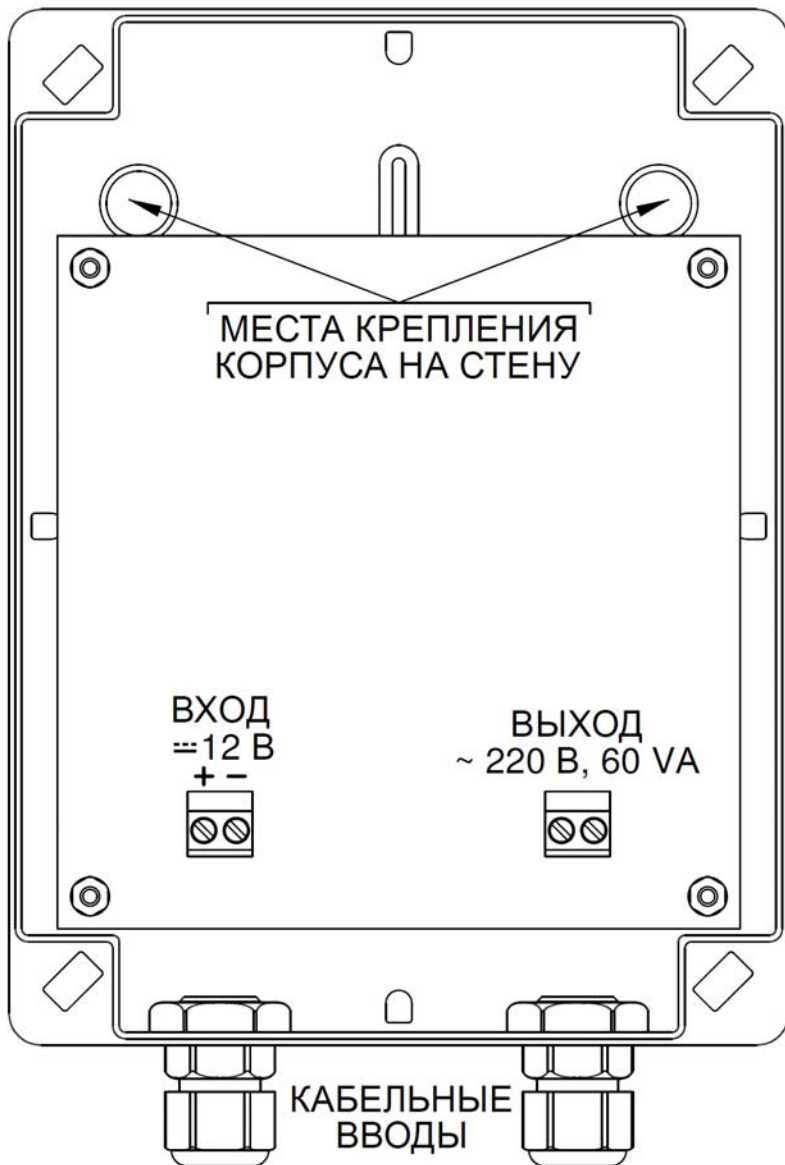

Рисунок 1 - внешний вид преобразователя с открытой крышкой.
Конструктивно изделие выполнено в виде печатной платы, помещенной в герметичный пластиковый корпус (см. рис. 1).
Выполнить разметку крепежных гнезд на несущей поверхности в соответствии с расположением крепежных отверстий на задней стенке корпуса (см. рис. 1). После выполнения крепежных гнезд, закрепить, обеспечив герметизацию мест крепления, изделие в вертикальном положении таким образом, чтобы кабельные вводы находились внизу. Подвод кабельных линий осуществляется через герметичные кабельные вводы, расположенные на нижней стенке корпуса.
Выполните подключение внешних цепей к изделию в соответствии с назначением клемм подключения (см. рис. 1) в следующей последовательности:
- Проверить правильность произведенного монтажа в соответствии с рис. 1;